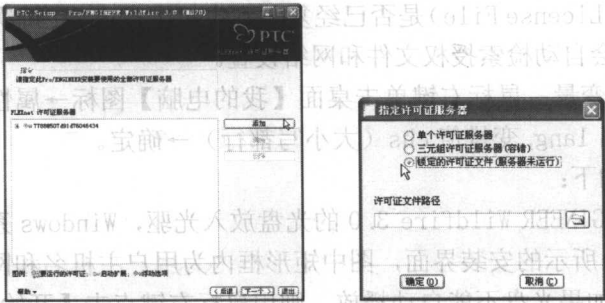

图 1-3 指定许可证服务器
(3) 进入指定许可证服务器对话框，如图 1-3 所示，单击添加按钮，在系统弹出的对话框中，选择第三项锁定的许可证文件（服务器未运行），浏览找出密钥文件位置，然后单击是，如：c:\license.dat，单击【下一个】按钮。